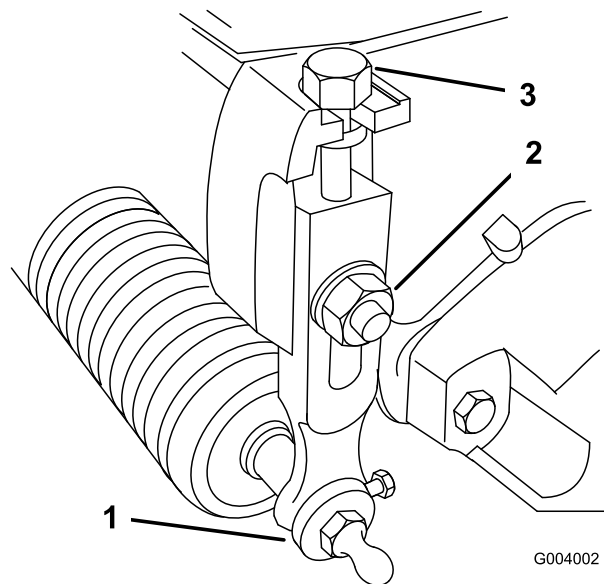

Figura 54
1. Afloje las contratuercas que fijan los brazos de altura de corte a las chapas laterales de la unidad de corte (Figura 54).